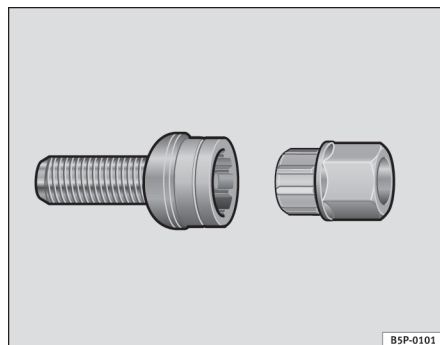

Fig. 139 Boulons de roue antivol
- Introduisez l'adaptateur au maximum dans le boulon antivol de la roue ⇒ fig. 139.